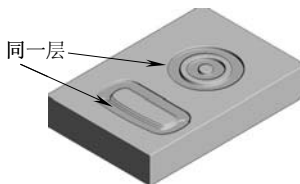

图 4-59 层
2) 层：在零件的同一个等高层加工完全部特征后，再加工另一层，如图 4-59 所示。